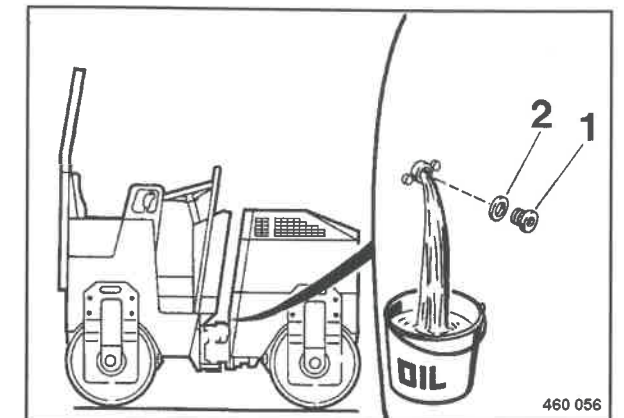

Fig. 102
- Svitare il tappo di scarico (1) (Fig. 102) e contenere l'olio che fuoriesce.
- Riavvitare il tappo di scarico (1) munito di un nuovo anello di tenuta (2).